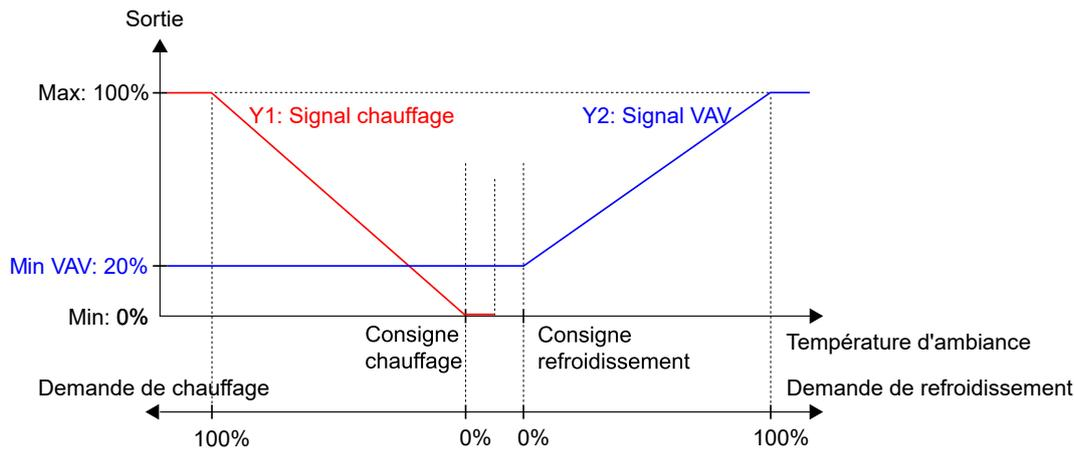

Fig. 2-10 Fonctionnement de régulation pour le mode Chauffage + VAV lorsque le régulateur contrôle selon la demande de chauffage et de refroidissement.
*Fig. 2-10* illustre le fonctionnement d'une régulation selon la demande de chauffage et de refroidissement, lorsqu'aucune limite max ou min n'est configurée pour le signal de sortie et qu'une limite min est configurée pour le signal de sortie VAV.